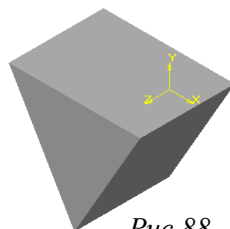

Рис.88
12. Выберите в Панели управления программы команду Полутоновое . Вы получили трехмерную модель трехгранной призмы (см. рис. 88).